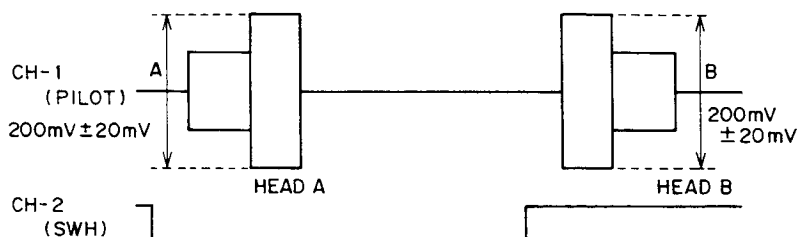

Fig. 4-6
- 3) Adjust semi-fixed resistor R487 for head A and R486 for head B so that the 130 kHz pilot signal (levels A and B) are 200 ± 20 mV as shown in Fig. 4-6. At this time, the difference in output between level A and level B should be 20 mV or less.
- 3) . 図4-6 の様に、130kHzのパイロット信号(レベルA、B)が 200 ± 20 mVになるように、Aヘッドについては半固定抵抗 R487、Bヘッドについては半固定抵抗 R486 を調整する。又、このときA、Bの出力差は、20 mV以下であること。